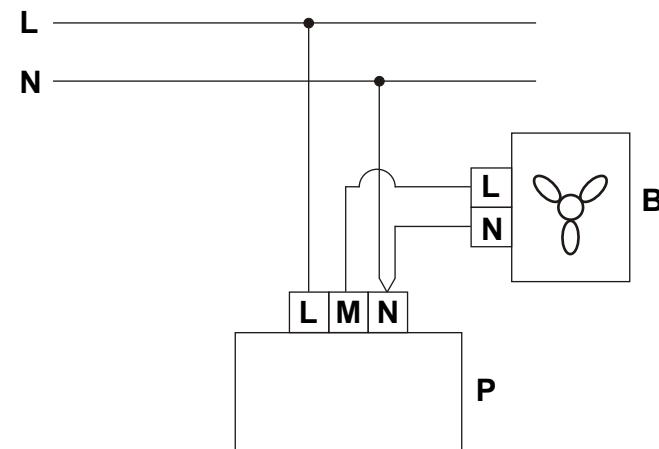

Рис.3. Схема подключения регулятора
- снять ручку управления регулятора (1);
- открутить гайку (2) крепления декоративной крышки и снять декоративную крышку (3);
- открутить шурупы (4) крепления регулятора к монтажной коробке, и снять регулятор (5);
- провести в монтажную коробку (6) соединительные провода;
- подключить провода к клеммнику, расположенному на плате регулятора, согласно схеме подключения (рис. 3) и наклейке на клеммнике;